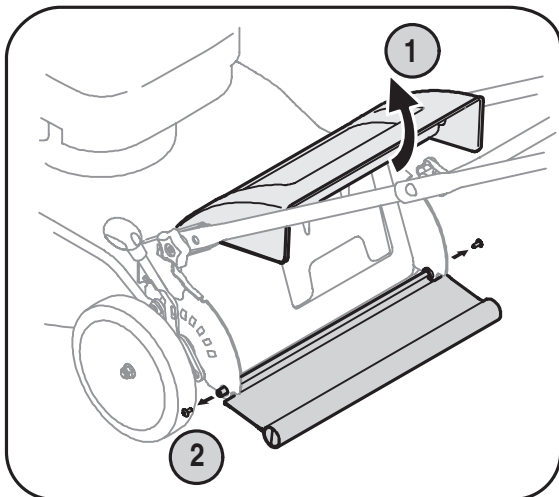

Figure 5-2
1. Pour remplacer le clapet arrière, relevez le panneau arrière, enlevez la vis et appuyez de chaque côté du clapet pour le décaler de chaque trou latéral. Voir la Figure 5-2.